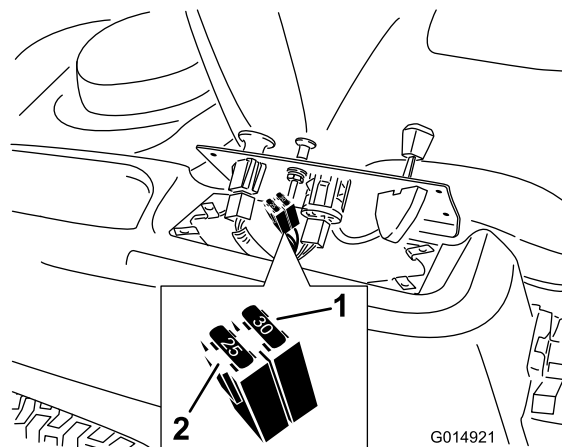

Figure 46
2. Soulevez le panneau de commande pour accéder au faisceau de câblage principal et à la boîte à fusibles (Figure 46).
3. Pour remplacer un fusible, tirez dessus pour l'enlever (Figure 46).